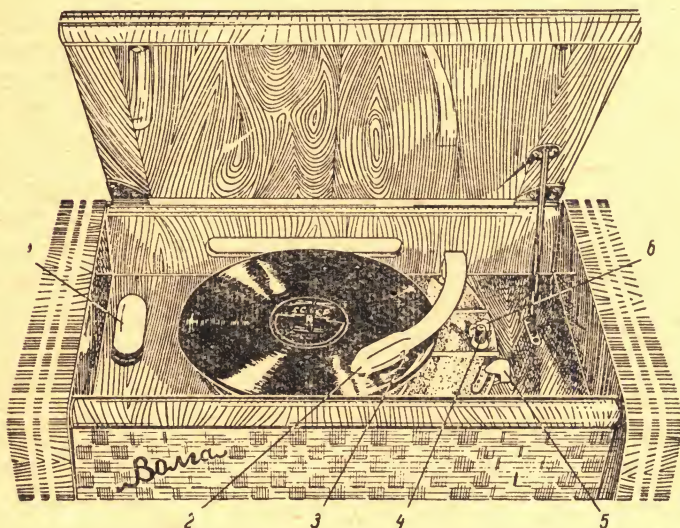

Рис. 6. Общий вид электропроигрывателя.
3. Установите переключатель скорости вращения диска (рис. 6) в положение, соответствующее числу оборотов, указанному на пластинке. Обычные пластинки проигрываются при 78 об/мин.